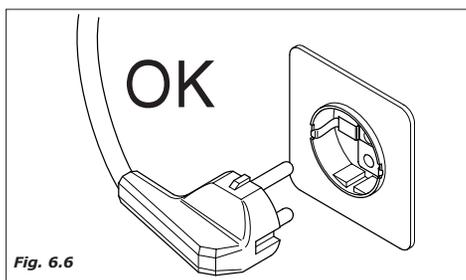

Fig. 6.6
- O distribuidor é equipado de cabo de alimentação H05VV-F 3x1 mm², com tomada SCHUKO (Fig. 6.6).